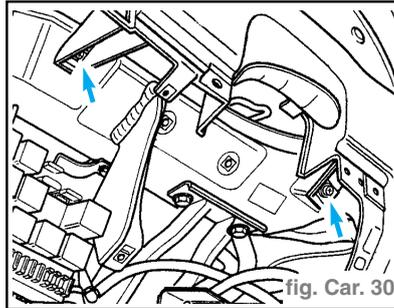

fig. Car. 30
- Déclipser l'écran (4).
- Dévisser les vis à empreinte cruciforme (à gauche et à droite de la colonne de direction) -flèches-. (fig. Car. 30)